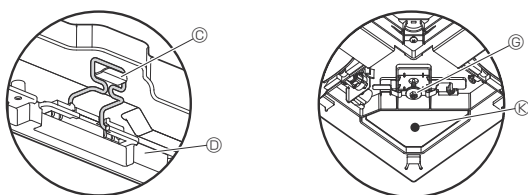

Fig. 7-7
- **Après avoir serré la vis, vérifiez que les deux crochets de la grille (Fig. 7-7) sont en prise avec les crochets de l'appareil principal.**